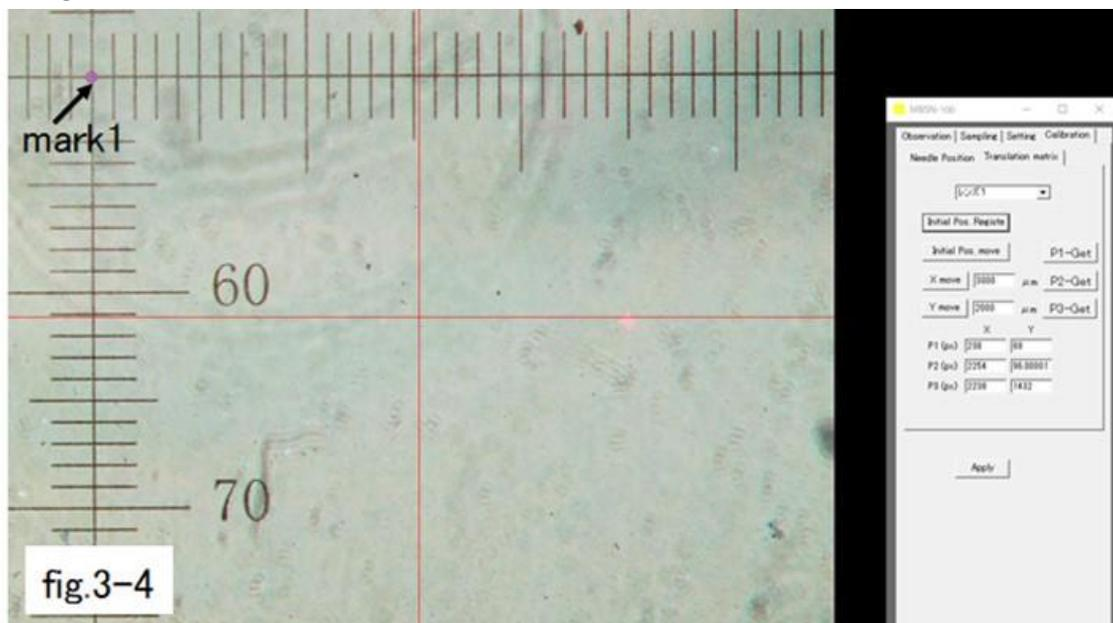

図 3 - 4
- ⑭ initial pos. move を押す。次いで Xmove に 3000 を入れ、Xmove を押す。
- ⑮ 移動した初期位置の画像をクリックして第 2 マーカを表示する。
- ⑯ Ymove に 2000 を入れて Ymove を押す。
- ⑰ 試料台が移動するので移動した初期位置をクリックして第 3 マーカを画像上に表示する。(図 3 - 5)
- ⑱ P1-get, P2-get, P3-get を順番に押して画像上のマーカー位置を登録する。
- ⑲ Apply ボタンを押す。
- ⑳ Observation タブに戻る。